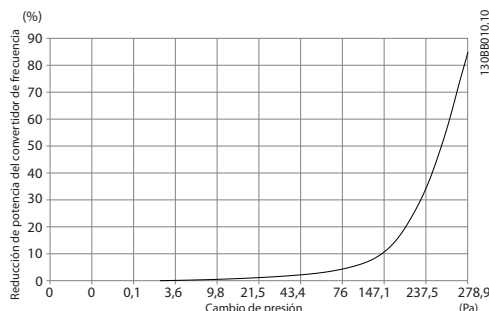
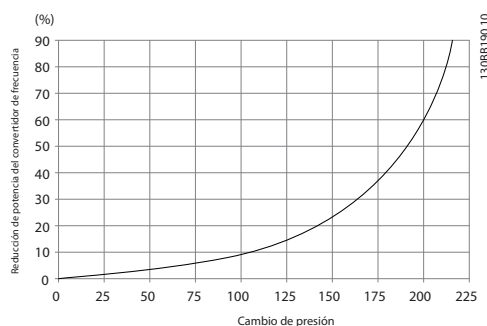

Ilustración 3.31 Reducción de potencia en protección E frente a cambio de presión (ventilador pequeño), P315T4 y P450T7-P500T7
Ilustración 3.33 Reducción de potencia en protecciones F1, F2, F3 y F4 frente a cambio de presión
1. Si se añaden conducciones externas al trayecto de escape del convertidor de frecuencia, la presión de retorno adicional reduce la refrigeración del convertidor de frecuencia. Reduzca la potencia del convertidor de frecuencia para ajustarlo a la disminución en la refrigeración. En primer lugar, calcule la caída de presión, y después consulte desde la *Ilustración 3.31* hasta la *Ilustración 3.33*.
1. Si se añaden conducciones externas al trayecto de escape del convertidor de frecuencia, la presión de retorno adicional reduce la refrigeración del convertidor de frecuencia. Reduzca la potencia del convertidor de frecuencia para ajustarlo a la disminución en la refrigeración. Calcule la caída de presión y a continuación consulte desde la *Ilustración 3.31* hasta la *Ilustración 3.33*.